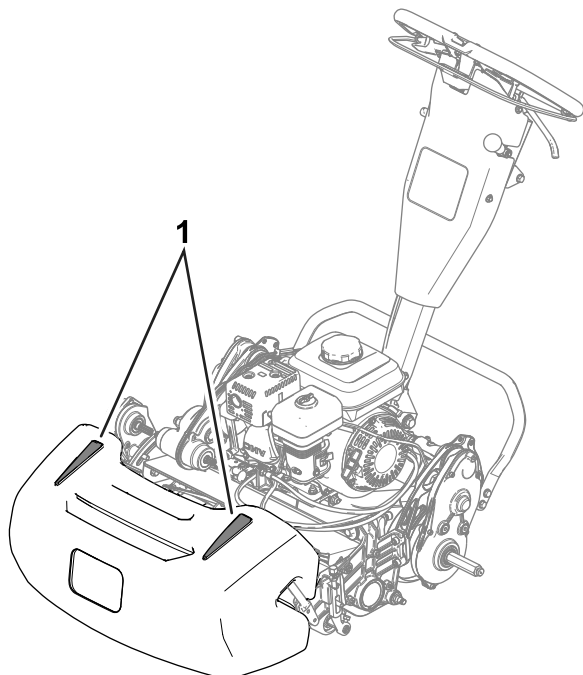

Figura 26
- Per tosare in linea retta il green e mantenere la macchina alla medesima distanza dal bordo della falciatura precedente, utilizzate le strisce di allineamento sul cesto (Figura 26).